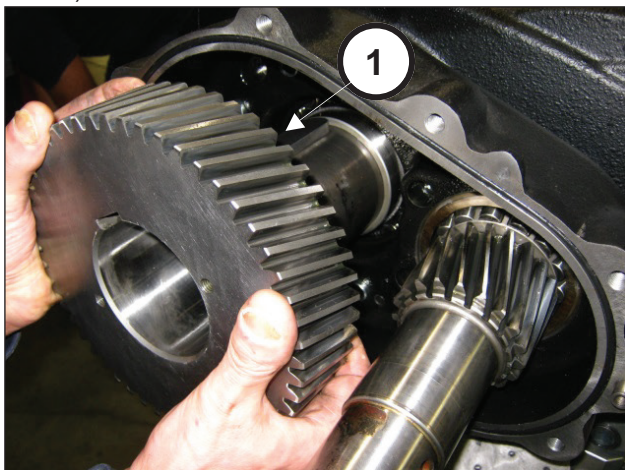
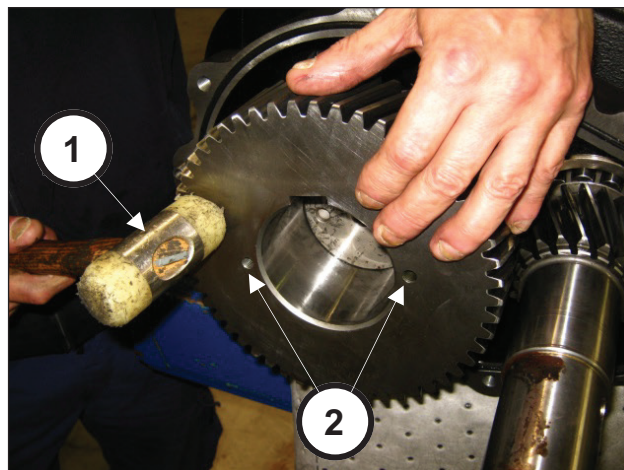

Рис. 79
Рис. 80
Установите ведомую шестерню на вал (поз. ①, Рис. 79) и насадите ее до упора с помощью ударной массы (поз. ①, Рис. 80).
Ведомая шестерня должна быть установлена так, чтобы оба отверстия М8 (используемые для съема) были обращены наружу насоса (поз. ②, Рис. 80).